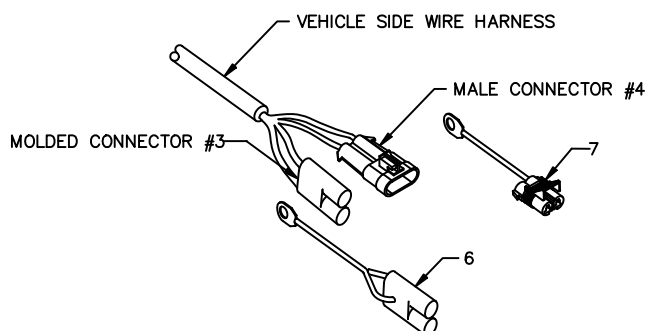
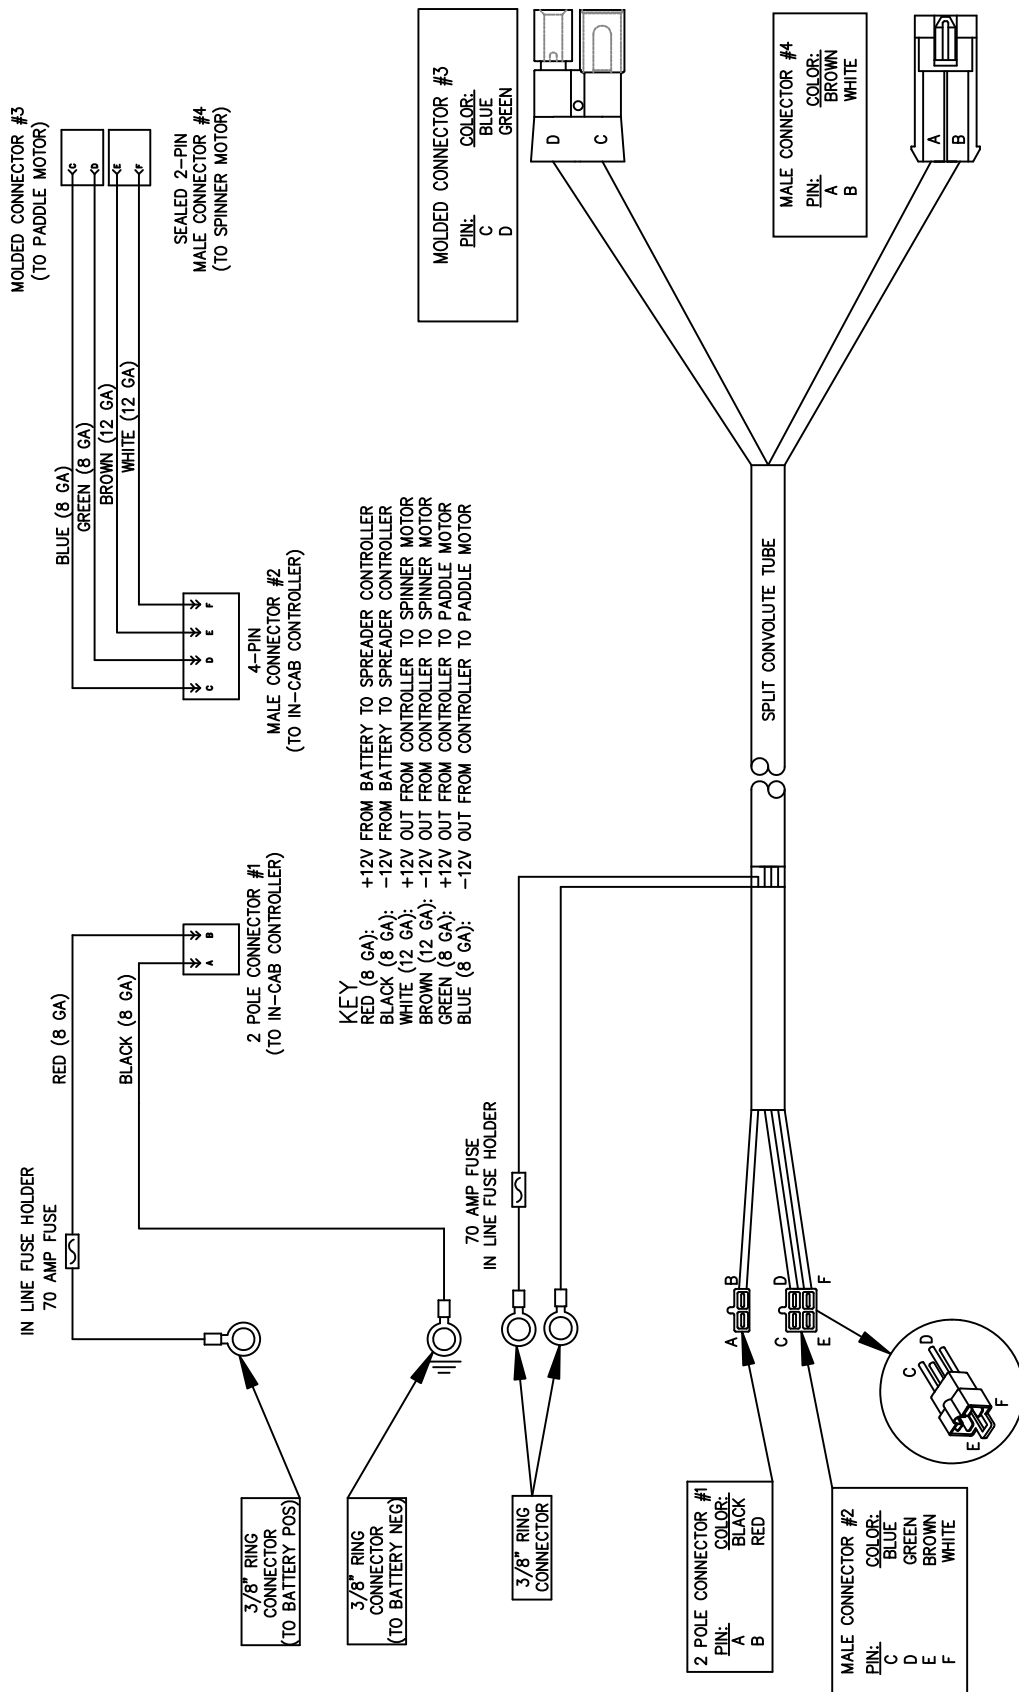

Bild 1. Kabelbaum Steuerung Montage G10593
Bild 2. Fahrzeug Seite Verkabelungs Diagramm (TGS15534)
1. Siehe Bild 2 für Fahrzeug Kabelbaum Diagramm. Beginnen Sie am hinteren Ende des Fahrzeuges. Befestigen Sie den versiegelten Stecker (Stecker # 3), den Kunststoff Stecker (Stecker #4), die Gummi Staubkappe (6), und die weibliche Staubkappe (7) mit den Kabelbindern (MSC04088), mittig am hinteren Stoßfänger, siehe Bild 1.